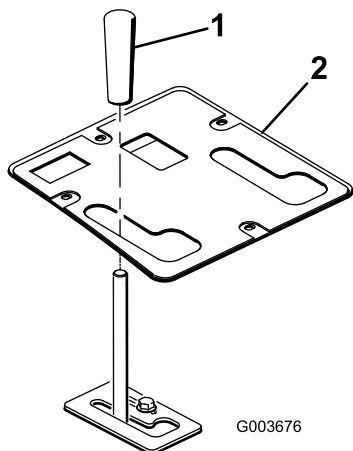

图 26
11. 用之前卸下的紧固件将控制面板固定到位图 26。
12. 将旋钮安装到提升杆上图 26。